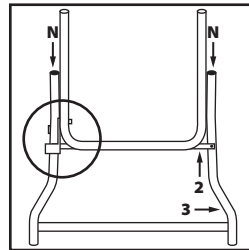

Abb. 6
- Stellen Sie sicher, dass das Bauteil **4** auf der richtigen Seite ist und dass der Riegel am Bauteil **3** den Verriegelungsstift am Bauteil **4** richtig aufnimmt **(Abb. 6)**.